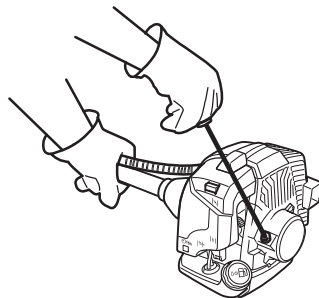

Fig. 13
- > Tirez sur cette poignée [4] pour lancer le moteur (fig. 13).